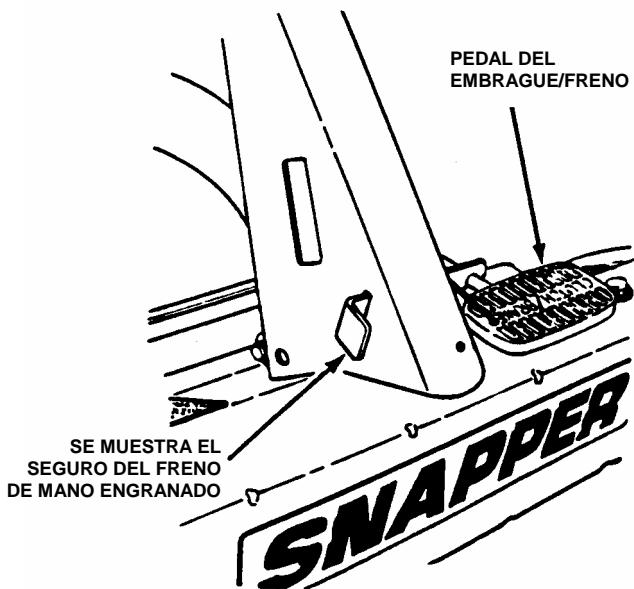

FIGURA 2.16
- Aplicar el freno de mano pisando A FONDO el pedal del embrague/freno y moviendo el seguro del freno de mano a la posición ENGRANADO. Con el seguro del freno de mano ENGRANADO, soltar el pedal del embrague/freno para aplicar el freno de mano. Ver la figura 2.16.